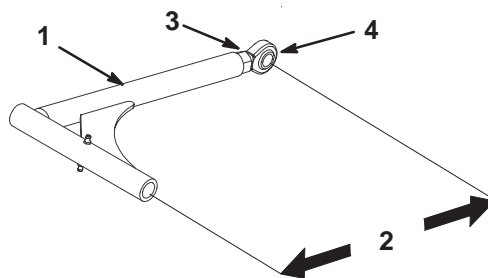

Figure 56
1. Pour régler les bras de poussée, desserrez l'écrou de blocage et tournez la rotule dans le sens anti-horaire, un tour à la fois (Fig. 56).
2. Réglez chaque côté de la même façon. La longueur nominale de chaque bras de poussée doit être de 389 mm (15-5/16") (Fig. 56).